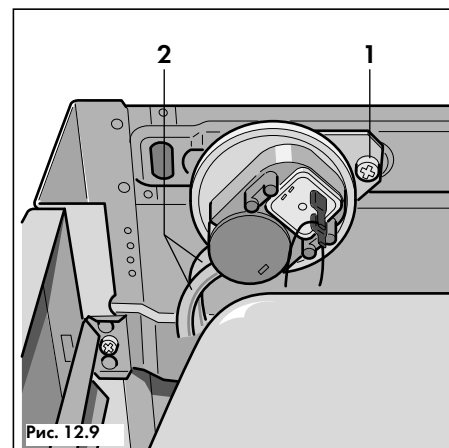

Рис. 12.9
- Вывинтить винт (1, рис. 12.9) и вынуть датчик;
- Снять с датчика импульсные трубки (2, рис. 12.9);